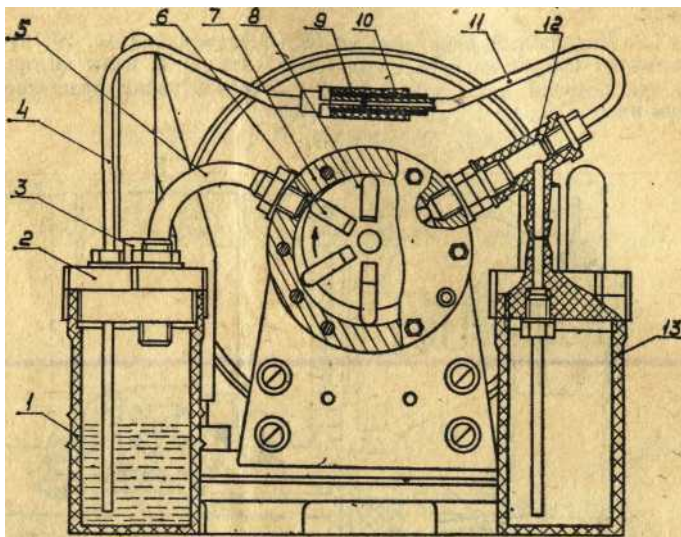

Рис. 3. Вакуум-насос.
4.1.3. Вакуум-насос (рис. 3) ротационного типа состоит из статора 7, ротора 8, в шести пазах которого находятся текстолитовые лопатки 6. Лопатки легко перемешаются в пазах и при вращении ротора прижимаются к внутренней поверхности статора.
Для смазки внутренней полости вакуум-насоса служит бачок / цсм. рис. 3), масло из которого по трубке 4 и 11 поступает к тройнику 12, засасывается в полость насоса, смазывает его внутренние детали и выходит в бачок /.
9.2.1. После каждые 6-ти часов работы аппарата: а) проверить наличие масла в системе смазки вакуум-насоса. Уровень масла в бачке / (см. рис. 3) должен быть между рисками, что соответствует 38...45 см³. Если уровень масла меньше нижнего предела, необходимо отвернуть бачок и залить в него до нормы индустриальное масло И-8А ГОСТ 20799-75;
в) Засорение трубки 4 или // (см. рис. 3)	в) Прочистите и промойте трубки, после чего произведите их соединение, как указано в подразделе 9.2.1(6)